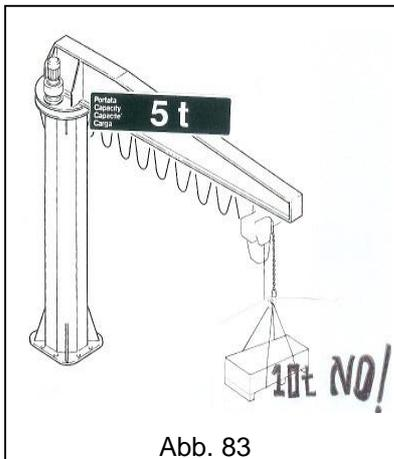

Abb. 83
- **NIEMALS** Lasten heben, die über der Nennt Tragfähigkeit des Krans liegen, und niemals den Kran mit Zügen ausrüsten, deren Nennt Tragfähigkeit über der des Krans liegt (Abb. 83).